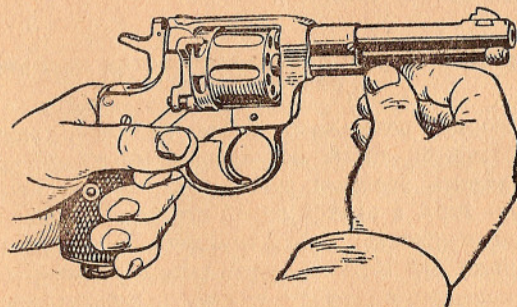

Рис. 27. Как вынуть ось барабана.
2) **вынуть ось барабана**: удерживая револьвер левой рукой за рукоятку, правой рукой повернуть шомпольную трубку настолько, чтобы черта на верхней части ее приплась против черты на стволе, и вынуть за головку ось барабана (рис. 27);